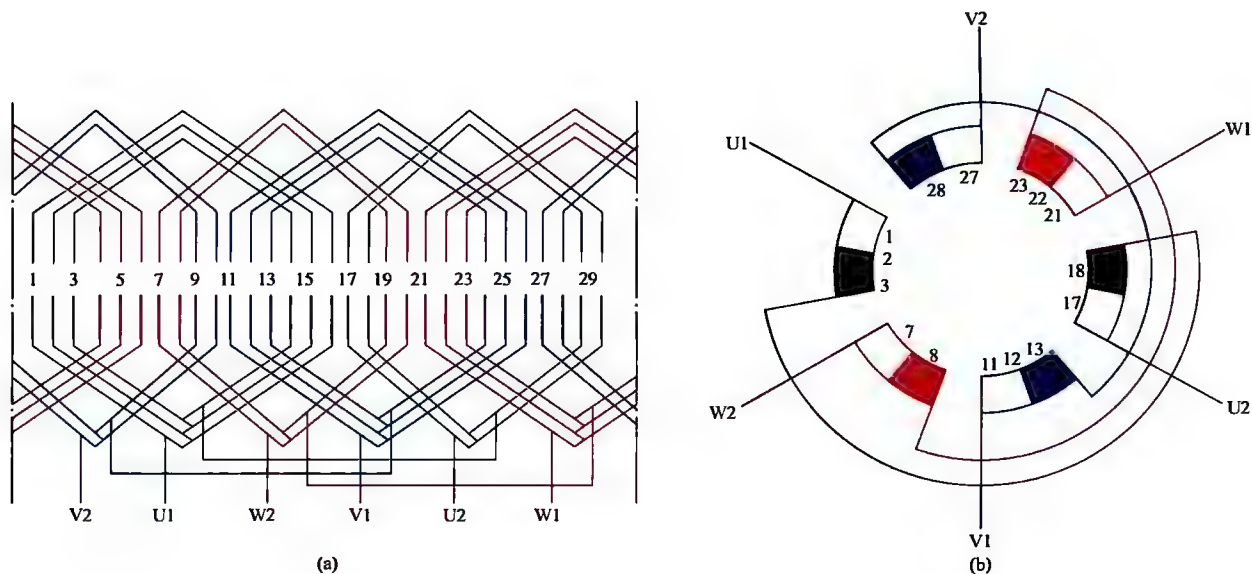

图 1-9 三相 2 极 30 槽单层同心式绕组 1 路接法
9. 三相 2 极 30 槽单层同心式绕组 1 路接法展开图与接线圆图（见图 1-9）